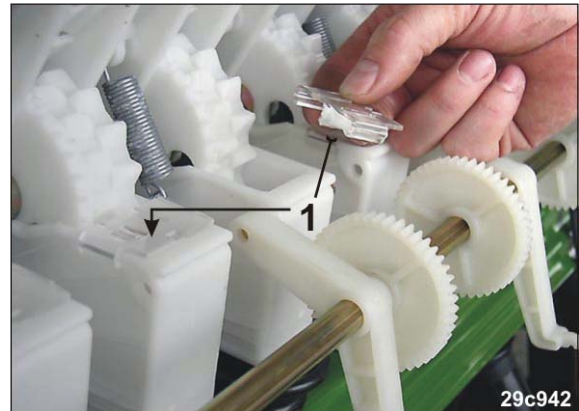

Fig. 226
4. Neue Fahrgassensräder markieren, indem Sie die Feinsäradbürsten (Fig. 226/1) auf die neuen Fahrgassensägehäuse aufstecken.